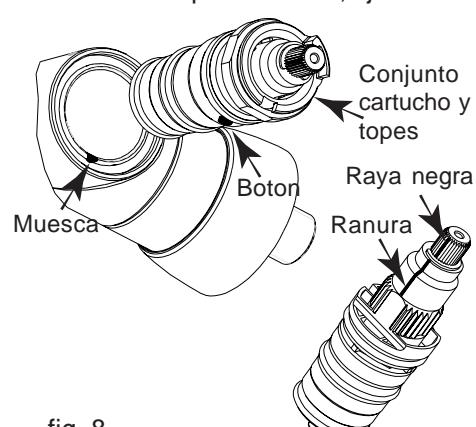

fig. 8
- Ajustar el cartucho y los topes en el cuerpo, ajustando el pitón en la muesca (fig. 8)
- Asegurarse que la raya negra esta correctamente alineada con la ranura (fig.8).